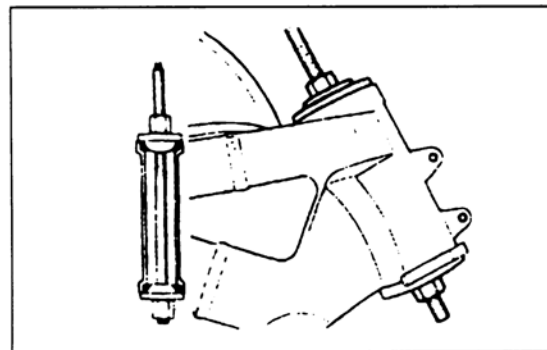

Bild 176
- Lagerlaufringe des oberen und unteren Lagers in Steuerkopfrohr eintreiben, besser mit Gewindestange und passenden Unterlegscheiben einziehen (Bild 176).